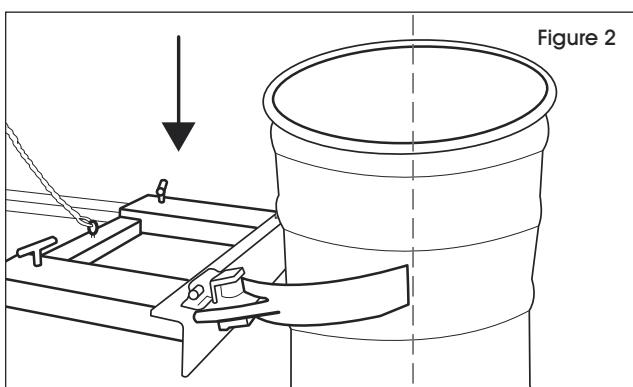

Figure 2
2. Slowly lower the forks to position the drum grabber clamps in the center of the drum, stopping just below the raised ring. (See Figure 2)
2. Abaissez lentement la fourche pour positionner le porte-baril au centre du baril, en vous arrêtant juste en dessous de l'anneau du milieu. (Voir Figure 2)